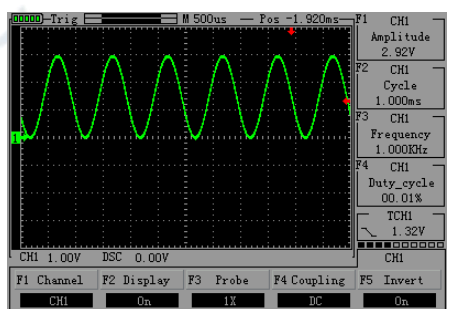

Рисунок 2-11
- Кнопки "  " позволяет отрегулировать горизонтальное положение осциллограммы. Амплитуда изменяется в соответствии с изменениями временной базы, см. рис. 2-11.